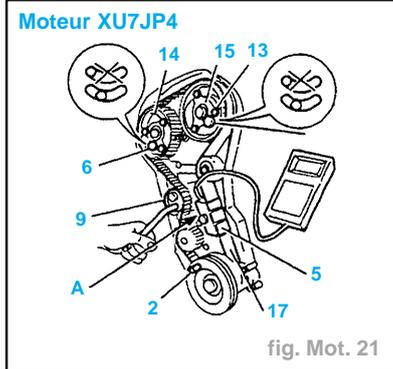

fig. Mot. 21
- Plaquer le courroie de distribution sur la poulie (15).
- Tourner légèrement la poulie dans le sens inverse de rotation moteur, pour engager la courroie sur la poulie (15).
- Procéder de la même façon pour la poulie (14).
- Déposer la vis colonnette de maintien de carter de distribution située en (A) (fig. Mot. 21).
- Sans déposer les piges (fig. Mot. 21 ou 22) :
- Mettre en place l'appareil (5) sur le brin (17) en prenant garde de ne pas le mettre en contrainte avec l'environnement.
- Tourner le galet (9) dans le sens inverse des aiguilles d'une montre, à l'aide du carré d'entraînement, jusqu'à afficher **51 unités SEEM.**
- Serrer la vis (9) à **2 daN.m** sans modifier la position du galet.
- En déposant une vis sur chacune des poulies d'arbre à cames, vérifier que les 6 vis (13) ne soient pas en butée de boutonnière.
- Serrer les 6 vis (13) à **1 daN.m.**
- Déposer (fig. Mot. 21 ou 22) :
- l'appareil (5),
- les piges (2) et (6).
- Piger le vilebrequin à l'aide de la pige (2) (fig. Mot. 21 ou 22).
- Desserrer les 6 vis (13).
- Serrer les 6 vis (13) à la main puis les desserrer de 1/6 de tour.
- Piger les moyeux d'arbre à cames à l'aide des piges (6) en les faisant légèrement tourner.
- Desserrer la vis (9).
- serrer la vis (9) à **2 daN.m**.
- serrer les 6 vis (13) à **1 daN.m**.
- Piger le vilebrequin à l'aide de l'outil (2) (fig. Mot. 21 ou 22).
- Serrer les vis (13) à **1 daN.m**.
- Déposer les piges (2) et (6) (fig. Mot. 21 ou 22).
- Serrer la vis colonnette de maintien de carter de distribution à **2 daN.m** (fig. Mot. 21).